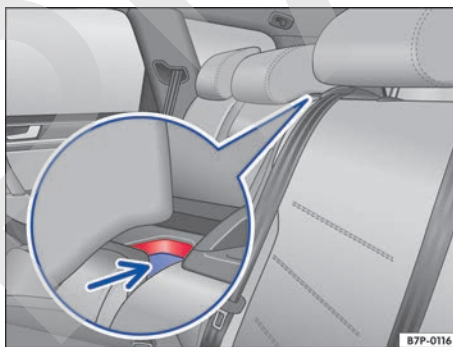

Fig. 232 En el respaldo del asiento trasero: tecla de desbloqueo pulsada con marca roja.
- Levante la parte central del respaldo del asiento trasero hasta que encastre. La marca roja de la tecla de desbloqueo → fig. 232 (flecha) ya no deberá verse.